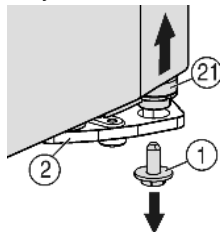
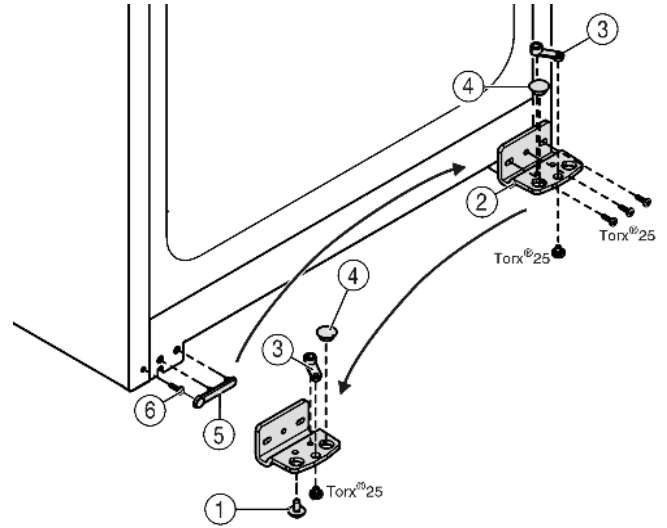

Fig. 6
Fig. 7
- ▶ Jobbra lent a csapágybakon lévő biztosítócsavart ( Fig. 6 (1)) tekerje ki.
- ▷ A tartócsap ( Fig. 6 (21)) kioldódik a csapágybakból ( Fig. 7 (2)).
- ▶ Ha a tartócsap Fig. 6 (21) nem oldódik ki, a csapszeget alulról nyomja ki.
- ▶ Csavarozza le a csapágybakot Fig. 7 (2).
- ▶ Csavarozza le a csapágyrészét Fig. 7 (3), helyezze át a csapágybak túloldali felvevő furatába és csavarozza vissza.
- ▶ Vegye ki a csapágybakban lévő dugót Fig. 7 (4), és helyezze át a csapágybak szemközti oldalán lévő felvevőfuratba.
- ▶ Óvatosan emelje le a fogantyú felőli fedelet Fig. 7 (5).
- ▶ Tekerje ki a csavart Fig. 7 (6) és az ellenkező oldalon helyezze be.
- ▶ Helyezze vissza a fedelet Fig. 7 (5).
- ▶ Csavarozza vissza a csapágybakot Fig. 7 (2) a csuklópánt új oldalára **4 Nm-es nyomatékkal**, szükség esetén egy akkus csavarhúzóval.
- ▶ A biztosítócsavart Fig. 6 (1) lent csavarja be a tartócsapba és húzza meg (4 Nm-es nyomatékkal).